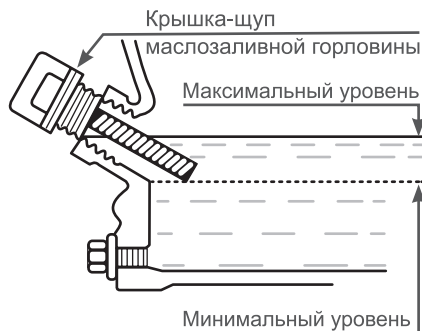

Рис. 13 Проверка уровня масла в картере
Максимальный уровень масла в камере соответствует нижней кромке заливного отверстия (Рис. 13).
4. Аккуратно извлеките щуп и осмотрите его. Уровень масла должен соответствовать верхней отметке на щупе. При недостаточном уровне масла в картере необходимо долить чистое масло до верхней отметки на щупе, что соответствует нижней кромке заливного отверстия (Рис. 13).